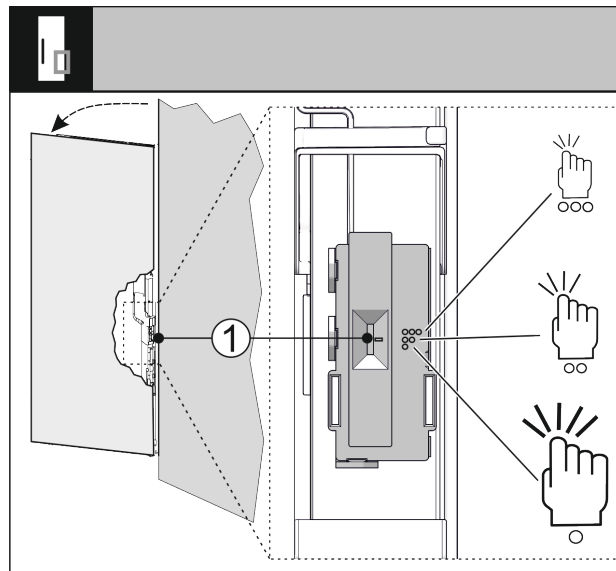

Fig. 92
Ju mund ta rregulloni në çdo kohë ndjeshmërinë e sinjalit të trokitjes nëpërmjet çelësit Fig. 92 (1). Çelësi ndodhet në anën e menteshës në një të tretën e poshtme të derës.
- Vendosni çelësin Fig. 92 (1) në pozicionin e çelësit që dëshironi.